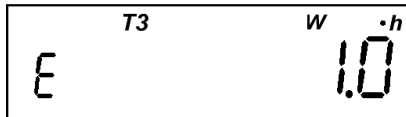

Рисунок 4.6
- количество потребленной энергии (отображаются мнемоникой "**W·h**"), рисунок 4.6: